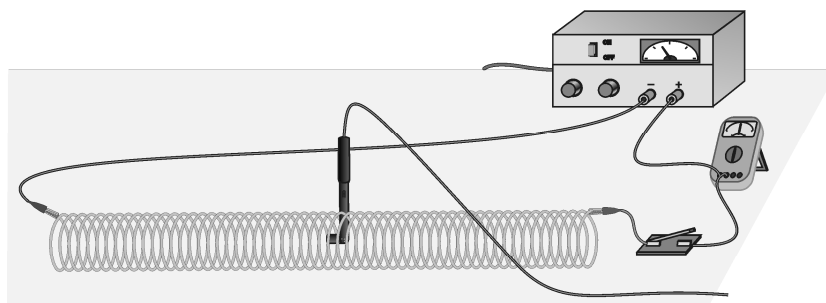

Abbildung 1
3. Bauen Sie den Stromkreis auf, wie in Abbildung 1 zu sehen ist. Zur Verbindung des Slinky[®] sollten Kabel mit Klammern am Ende verwendet werden. Wenn Ihre Spannungsversorgung ein exaktes internes Strommessgerät besitzt, benötigen Sie kein zusätzliches externes Strommessgerät.
Im zweiten Teil des Experiments werden Sie die Beziehung zwischen dem Magnetfeld in der Mitte einer Spule und der Anzahl der Windungen des Drahtes pro Meter bestimmen. Sie werden den Strom konstant halten. Behalten Sie den Aufbau von Abbildung 1 bei. Der Sensor wird wie zuvor orientiert, damit er das Feld entlang der Mitte der Magnetspule misst. Sie werden die Länge des Slinky® von 0,5 m zu 2,0 m ändern, um die Anzahl der Windungen pro Meter zu ändern.